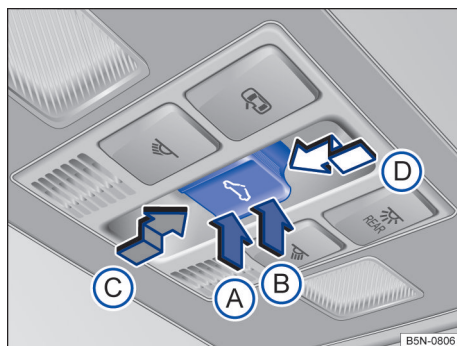

Fig. 65 No revestimento do teto: botão para o teto solar panorâmico.
- *Levantar o teto de vidro*: pressionar o botão → Fig. 65 (B) até o primeiro nível. Curso automático: pressionar o botão (B) até o segundo nível.
- *Fechar o teto de vidro levantado*: pressionar o botão (A) até o primeiro nível. Curso automático: pressionar o botão (A) até o segundo nível.
- *Abrir o teto de vidro*: pressionar o botão (C) até o primeiro nível. Curso automático até a posição de conforto: pressionar o botão (C) até o segundo nível.
- *Fechar o teto de vidro*: pressionar o botão (D) até o primeiro nível. Curso automático: pressionar o botão (D) até o segundo nível.
- *Parar o curso automático do procedimento de abertura ou fechamento*: pressionar novamente o botão (C) ou (D).
→ Fig. 65 , até que o teto de vidro esteja totalmente fechado.